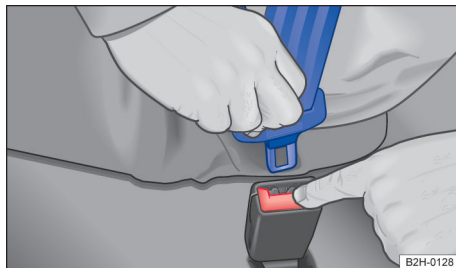

Fig. 28 Soltar a lingueta do cinto de segurança do fecho do cinto de segurança.
- Pressionar o botão vermelho no fecho do cinto de segurança → Fig. 28. A lingueta do cinto de segurança salta para fora.